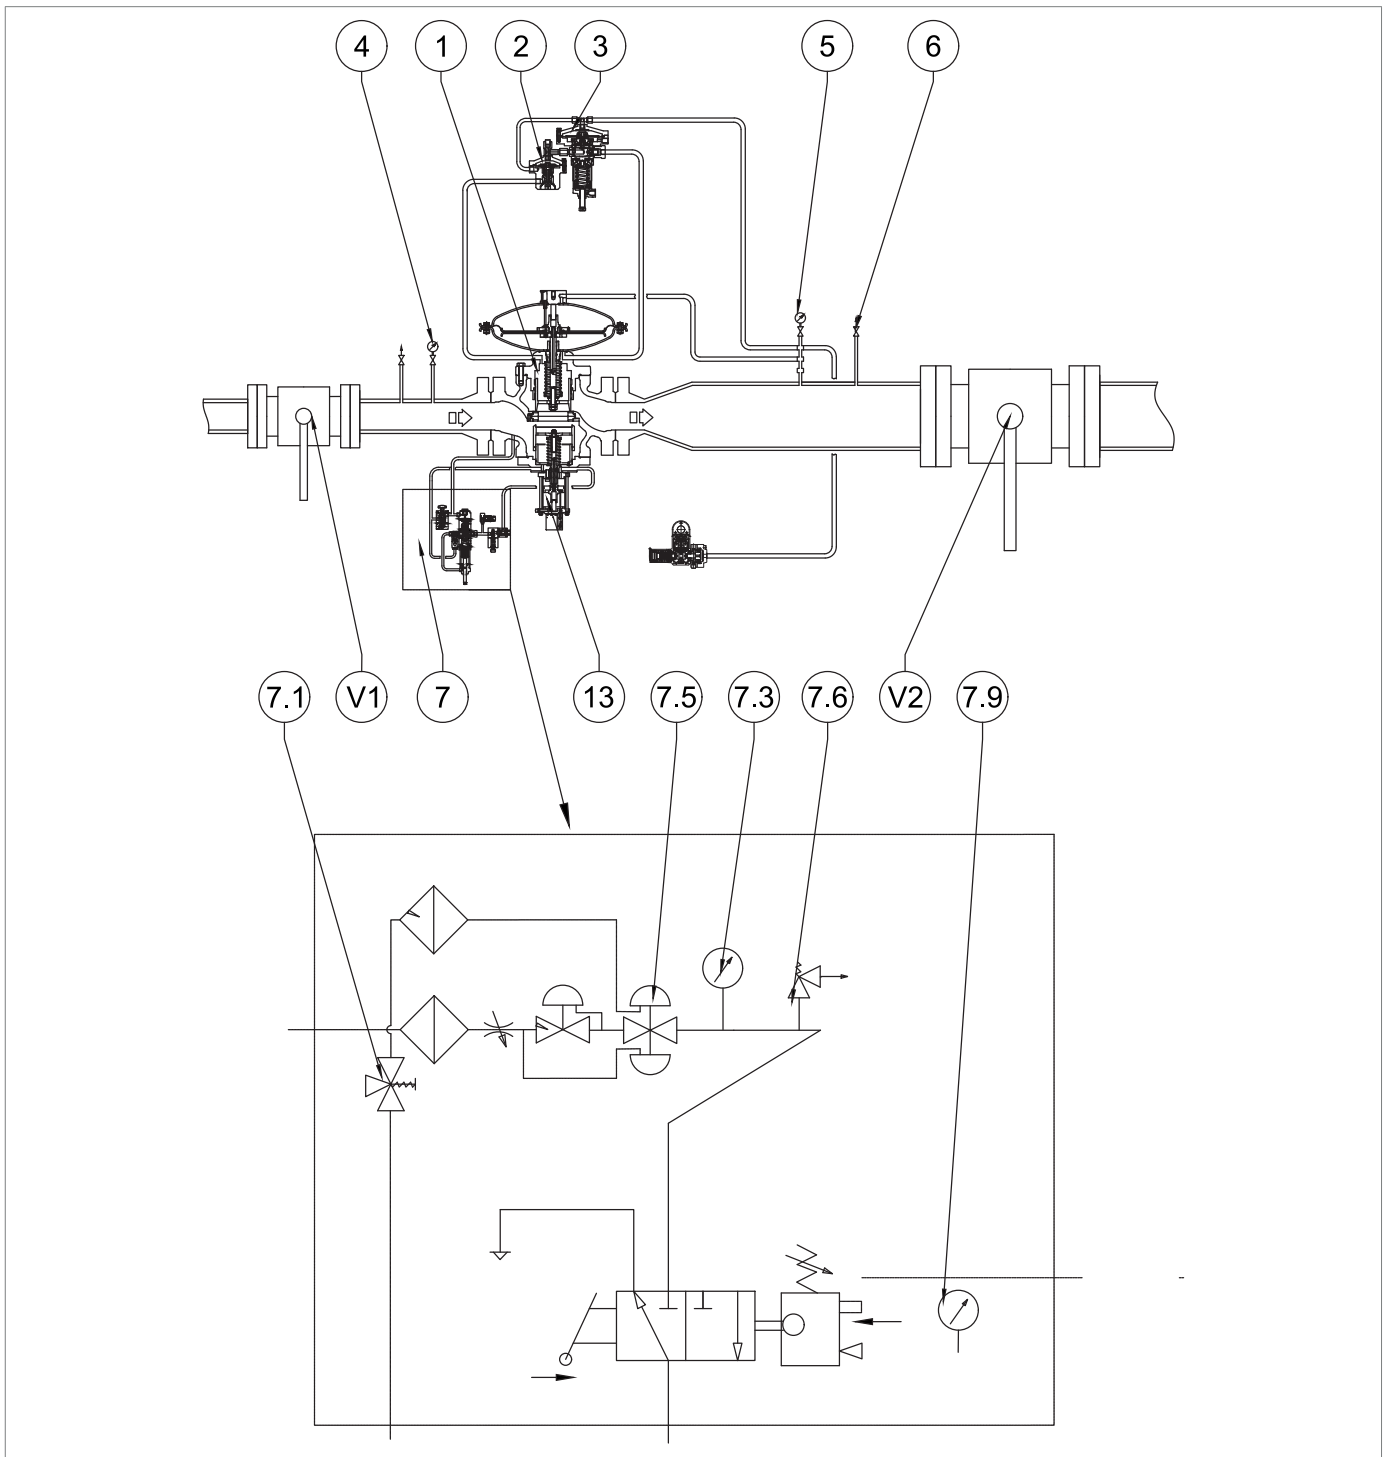

Abb. 8.41. Inbetriebnahme und Kalibrierung LINE OFF 2.0 für das Sicherheitsabschneidventil HB/97
- **Betätigen Sie das Sperrventil im Handbetrieb durch Drücken des Auslösetaste (Pos. 10 - Abbildung 4.14.). Überprüfen Sie anschließend, ob der angezeigte Druck des am Gerät LINE OFF 2.0 (Pos. 7.3 - Abbildung 8.41) angebrachten Manometers 0 bar beträgt, und stellen Sie sicher, dass die Leitung vollständig drucklos ist.**